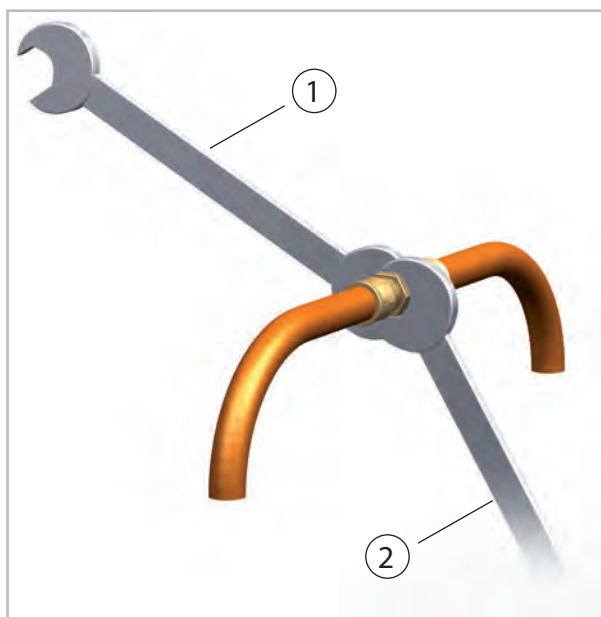

Fig. 32: Serrage des raccords vissés
11. ➤ Serrez ensuite définitivement les raccords vissés à l'aide de 2 clés plates de taille appropriée. Lors du vissage, utilisez toujours l'une des clés plates pour contre-serrer (Voir la Fig. 32).